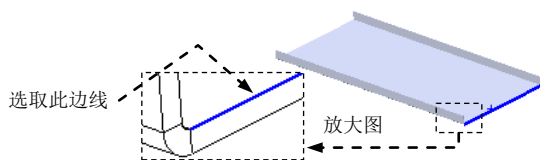

图 17.6.6 定义特征的边线
(1) 选择命令。选择下拉菜单 **插入(I)** → **钣金(H)** → **边线法兰(E)...** 命令，系统弹出“边线法兰”对话框。
(2) 定义特征的边线。选取图 17.6.6 所示的模型边线为生成的边线法兰的边线。